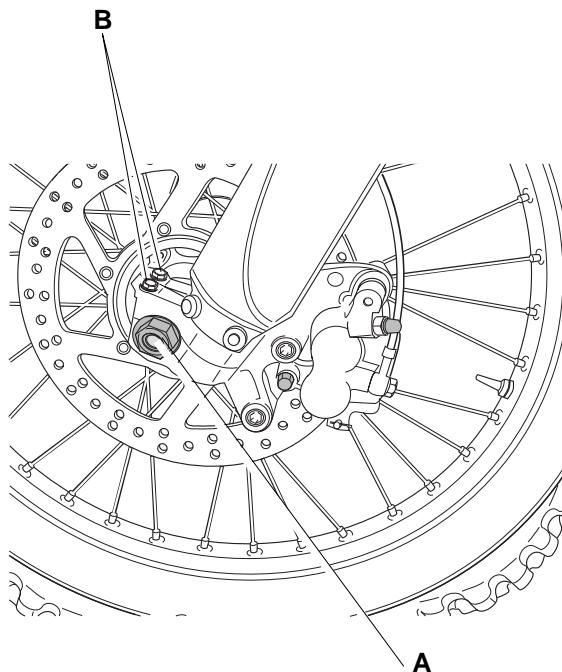
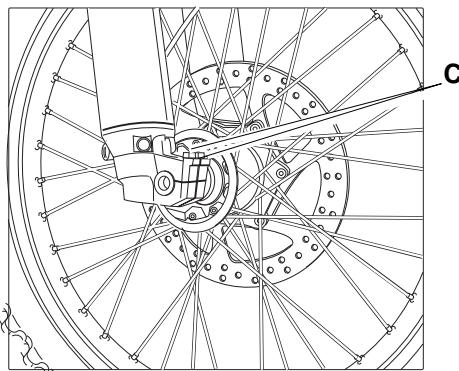

Fig. 28
Fig. 29
1. Allentare il dado "A" (Fig.28) sul perno ruota.
2. Allentare le due viti "B" (Fig.28) sul lato sinistro.
3. Allentare le viti "C" (Fig.29) sul lato destro.
6. Il montaggio (sequenza di serraggio) della ruota ha luogo seguendo i Rif."A"e"B in Fig.28 ed "C" in Fig. 29. Ingrassare il perno della ruota prima che questo sia rimontato. Prima di serrare il supporto sinistro della forcella con le viti "C" (Fig.29) è importante che lo stesso si venga a trovare nella sua posizione naturale sull'asse della ruota. Ciò si ottiene facendo molleggiare 3 o 4 volte la forcella.
1. Unscrew the nut "A" (Fig.28) of wheel pin
2. Release the two screws "C" (Fig.28) on the right-hand side.
3. Then release the screws "B" (Fig.29) on the left-hand side.
Fatting pivot of first wheel that it this one is remounting. Before tightening the Allen screws "C" (Fig.29) for the left-hand fork leg, it is important to ensure that the fork leg is in its natural state on the wheel shaft.
1. Mutter "A" (Abb.28) den Zentralen Bolzen lossschrauben.
2. Beide Innensechskantschrauben "C" (Abb.28) auf der rechten Seite herausdrehen.
3. Beide Innensechskantschrauben "B" (Abb.29) auf der linken Seite herausdrehen.
1. Déserrer la vis "A" (Fig.28) du pivot de la roue.
2. Désserrez les deux vis "C" (Fig.28) de droite.
3. Désserrez ensuite les vis "B" (Fig.29) de gauche.
6. Le montage (sequence de serrage) de la roue doit suivre l'ordre de le référence "A","B" et "C" de la figure 28 et 29. Graissez le pivot de la roue avant de le remettre en place. Avant de serrer la patte de gauche avec les vis "C" (Fig. 29), il est important de veiller à ce qu'elle occupe sa position naturelle sur l'axe. Pour obtenir celle, comprimez les bras de la fourche 3 ou 4 fois.